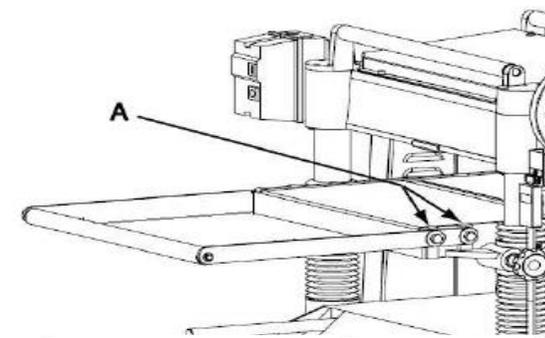

Рис. 6. Стандартный выносной ролик
1. Прикрепить чугунный стол к краю главного стола тремя винтами М8 х 25 с шестигранным шлицем (**Рис. 6а**). Не затягивать полностью.
Рис. 6а. Приставной стол: 1 – поверочная линейка, 2 – винт с шестигранным шлицем, 3 - установочный винт
Короб системы аспирации опилок (**Рис. 6б**) поставляется как стандартное оборудование с моделью рейсмусового станка JWP-208 и обеспечивает чистоту и безопасность рабочей зоны. Он крепится к станку винтами с шайбами, как видно из рисунка.
Рис. 6б: 1 –винт с шестигранным шлицем, 2 – шайба, 3 – короб системы аспирации опилок, 4 – винт с шестигранным шлицем, 5 – шайба